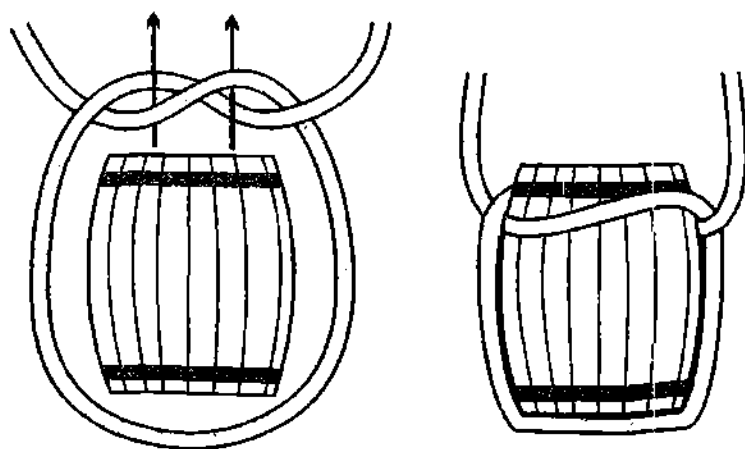

Рис. 974. Бочечный узел.
*Бочечный узел* – это *простой узел*, завязанный вокруг какой-либо ёмкости цилиндрической формы: бочки, бака, бидона и т. п. Ёмкость устанавливается на свободный конец и над ней завязывается полуузел, в очко которого пропускается горловина (рис. 974). *Бочечный узел* позволяет поднимать ёмкости в вертикальном положении. Свободный конец фиксируется на коренном *шкотовым узлом*, уравнивая концы верёвки.